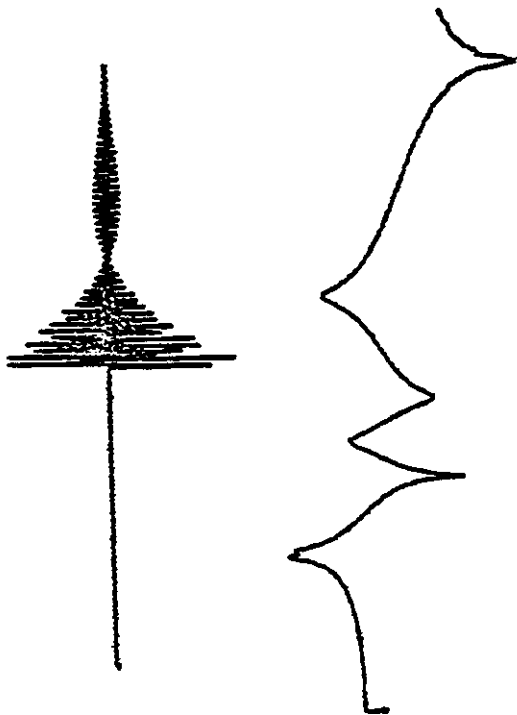

図6-30 “SIGNAL”モードによる作図例
- "SIGNAL" : CRT ディスプレイに表示されている情報のうち、波形のみを作図するモードです。[図 6-30]にこのモードの作図例を示します。